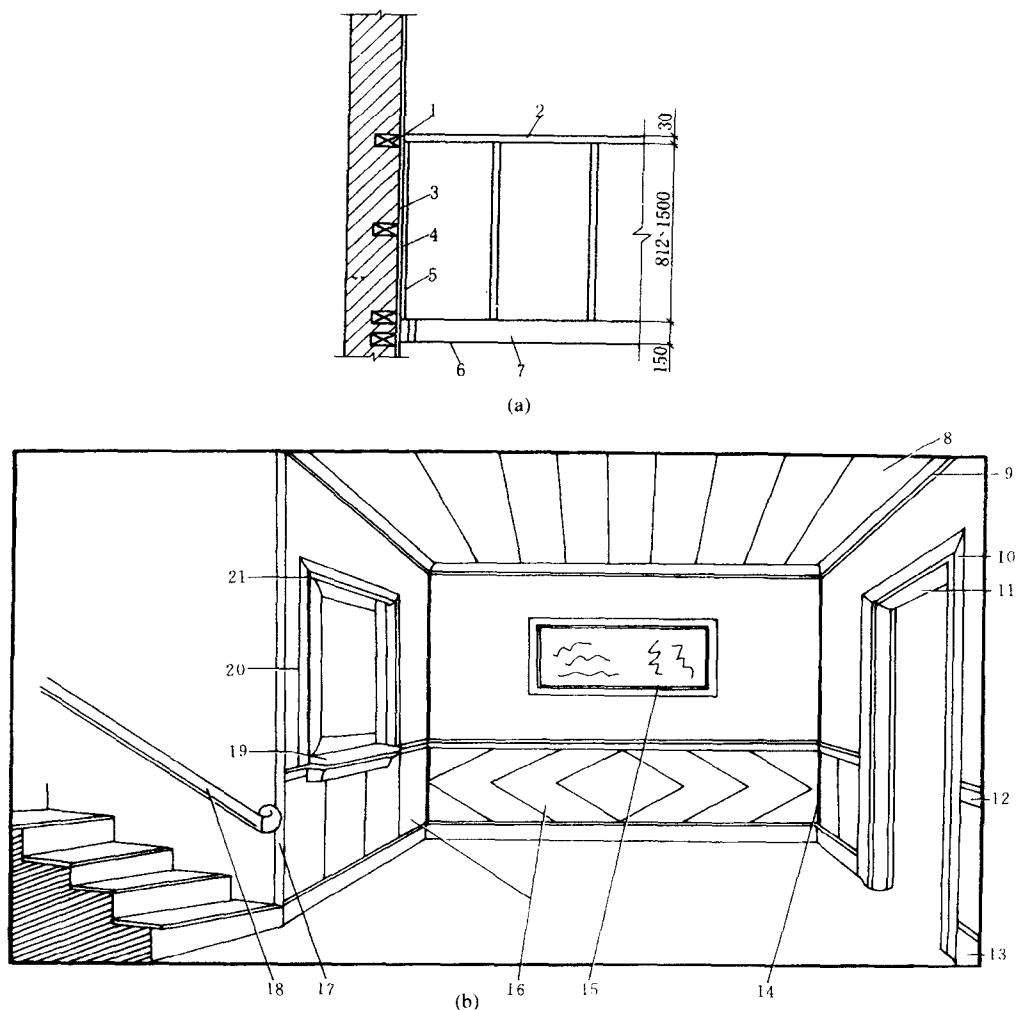

图 1-13 木墙裙的结构与安装实例
④ 护墙板镶装完毕后的整体木墙裙结构示意图示于图1-13。
⑤ 磨光油漆。护墙板安装完毕后,应对木墙裙进行打磨、批填腻子、刷底漆、磨光滑、涂刷清漆。
(5) 操作注意事项。
- ① 严格按照施工顺序进行施工。
- ② 制做木龙骨时,要大面刨平、刨光,安装木龙骨要牢固,每块木砖上要钉两个钉子。
- ③ 装钉护墙板时,不要把面层碰坏。
- ④ 在阴阳角固定木压条或钉阴阳角装饰线时,要进行45°对缝。
- ⑤ 面板上的装饰线条要与木色近似。